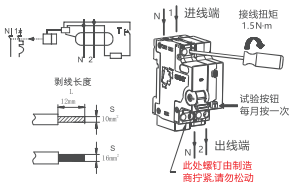

图5 NXBLG-40接线方式
5.4 适用于铜导线连接，导线选择见表2，接线方式及剥线长度示意图如下图5